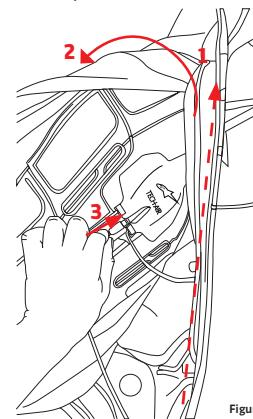

Figura 8
💡 Tip: Cuando el sistema de airbag Tech-Air® Race se instala en un traje de cuero, puede ser más fácil de acceder al puerto Micro USB desabrochando una de las cremalleras de fijación del chaleco (1) y alzando parcialmente el chaleco hacia el exterior. (Véase figura 8).
💡 Tip: Es más fácil poder acceder al interruptor principal (8) desabrochando primero una de las cremalleras de fijación del chaleco (1) y alzando parcialmente el chaleco del traje (véase Figura 8).